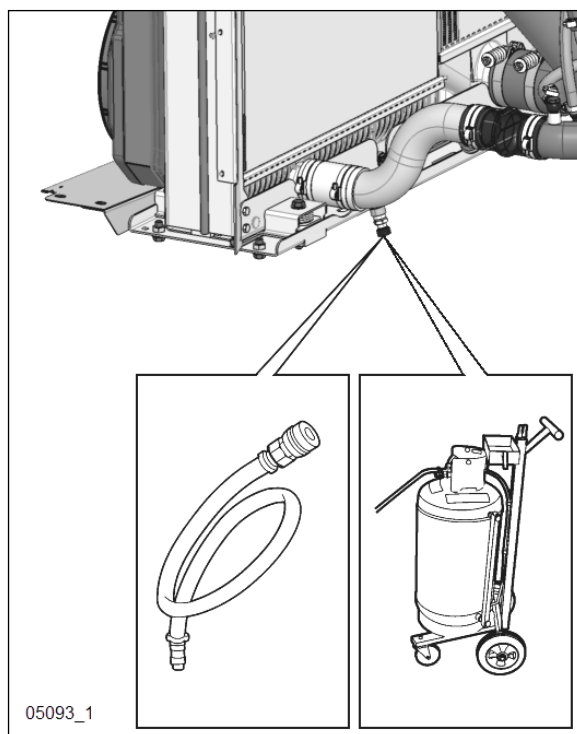

FIGURE 18 : EXTRACTION DE LIQUIDE DE REFRROIDISSEMENT
5. Brancher l'extracteur de liquide de refroidissement (Figure 18) vidanger le liquide de refroidissement du moteur. Une autre méthode consiste à vidanger le liquide de refroidissement dans un récipient approprié à l'aide du tuyau de vidange.